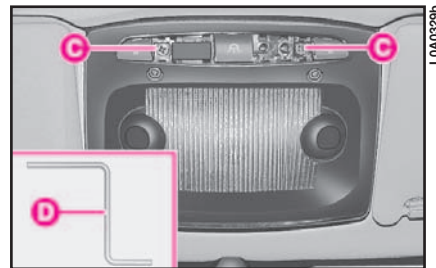

fig. 191
1) Prelevare la chiave a brugola **D** (fig. 191) per l'azionamento d'emergenza del tetto dalla borsa attrezzi.
3) Svitare le viti **C** (fig. 191) e rimuovere la plafoniera, svincolandola dalle mollette anteriori.